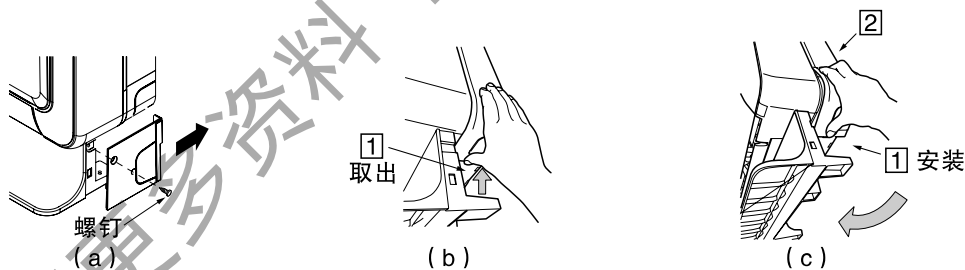

图10
### (3) 边盖板的拆卸和安装方法，见图10。
- 按压边盖板①处，将边盖板取出；
- 安装时，先安装②部，并以②部为圆心按箭头方向旋转，直到①卡爪安装到位。